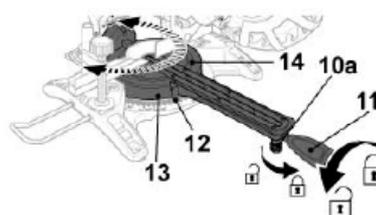

Fig. 32
- > Dévissez le boulon de soutien [10a] à l'aide d'une clé adéquate. Desserrez la poignée de verrouillage de la table [11]. Tournez la table [14] jusqu'à ce que le pointeur [12] indique l'angle souhaité sur l'échelle d'onglet [13]. Resserrez la poignée de verrouillage [11]. Resserrez le boulon de soutien [10a] (Fig. 32).